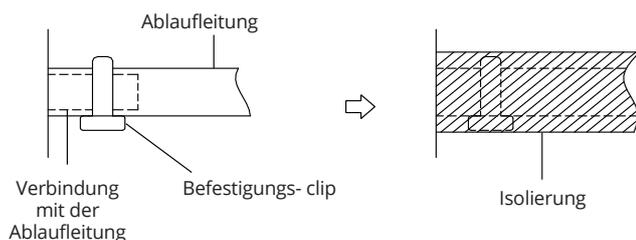

Abbildung 6.1
2. Schließen Sie den Ablaufrohreinlass an das Auslassrohr des Geräts an. Drehen Sie die Rohrdüse und befestigen Sie sie mit einem Nagel. (Siehe Abbildung 6.1)